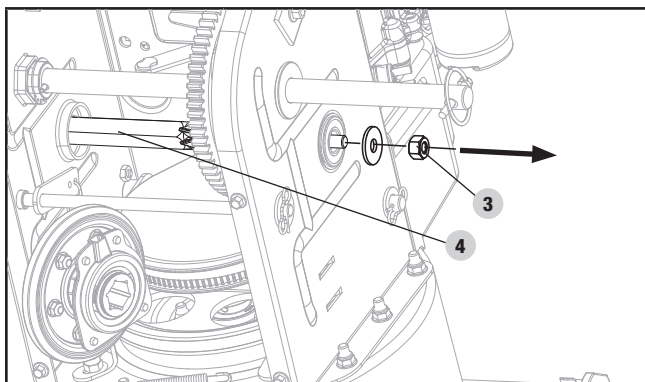

Figure 28
4. Enlevez prudemment l'écrou hexagonal M10 (3) qui fixe l'arbre hexagonal (4) au châssis de la souffleuse à neige, puis tapotez doucement sur l'extrémité de l'arbre pour déloger le roulement à billes du côté droit du châssis. (figure 28).